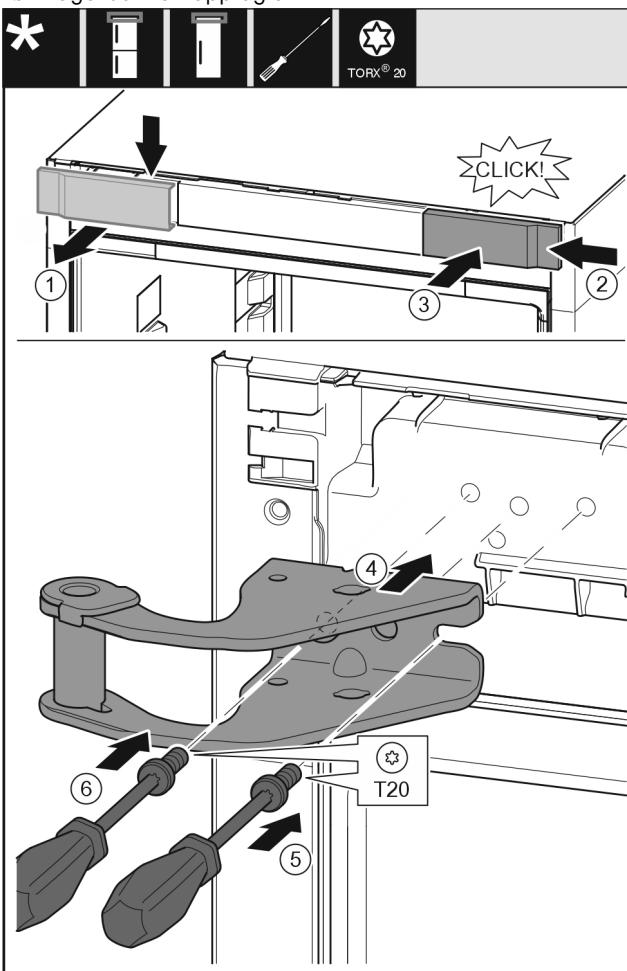

Fig. 10
- Ta av dekselet ovenfra og fremover. Fig. 10 (1)
- Monter dekselet fra høyre, dreid 180°, på den andre siden. Fig. 10 (2)
- La dekselet klikke på plass. Fig. 10 (3)
- Sett på den øvre lagerbukken. Fig. 10 (4)
- Sett skruen på og skru den fast med skrutrekker T20. Fig. 10 (5)
- Sett skruen på og skru den fast med skrutrekker T20. Fig. 10 (6)